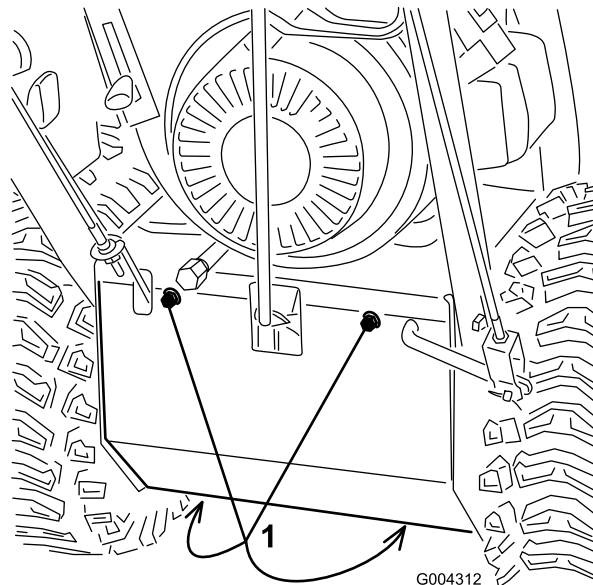

Рисунок 27
3. Выверните из нижней крышки 4 болта с фланцевыми головками, которые крепят нижнюю крышку к раме, и снимите крышку (Рисунок 27).
3. Выверните из нижней крышки 4 болта с фланцевыми головками, которые крепят крышку к раме, и снимите крышку (Рисунок 27).
6. Выверните из нижней крышки 4 болта с фланцевыми головками, которые крепят нижнюю крышку к раме, и снимите крышку (Рисунок 27).